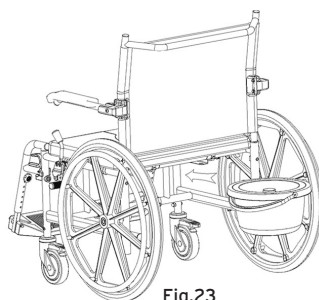

Fig.23
- Inserire il secchio dal lato posteriore della sedia doccia facendolo scorrere nelle apposite guide (Fig.23).